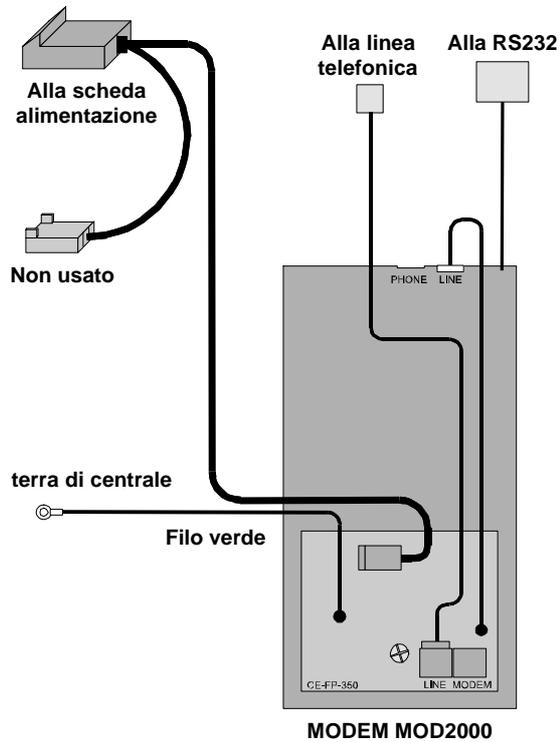

Figura 27: Schema di collegamento Modem MOD2000
Il modem MOD2000 è dotato di una staffa per il fissaggio a muro. Il suo posizionamento all'interno della centrale è indicato nella Figura 3 e nella Figura 27.
4. Leggere prima di procedere anche le istruzioni allegate al modem. Per il collegamento alla linea fare riferimento alla Figura 3 e alla Figura 27.